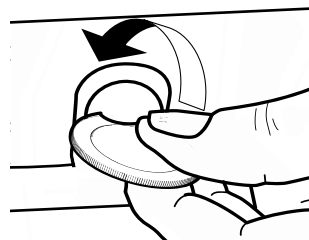

Рис. 4
1. Удалите винты с шайбами справа и слева, используя монету или отвертку (рис. 4).
2. Чтобы снять решетки, поднимите (1) и поверните их (2), как показано на рисунке 5.